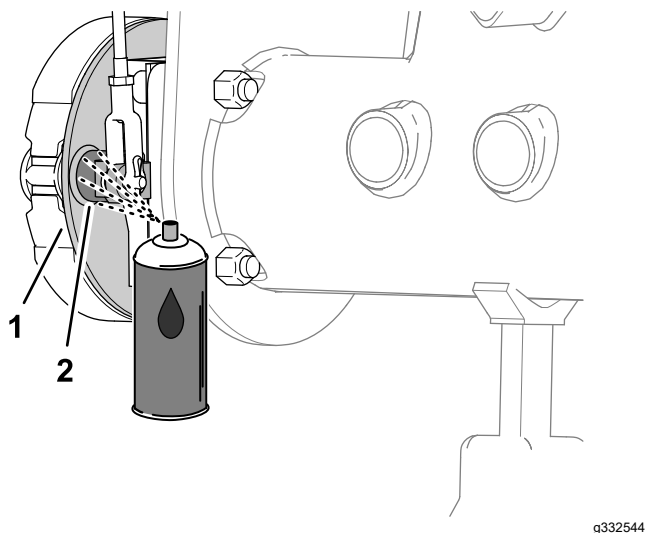
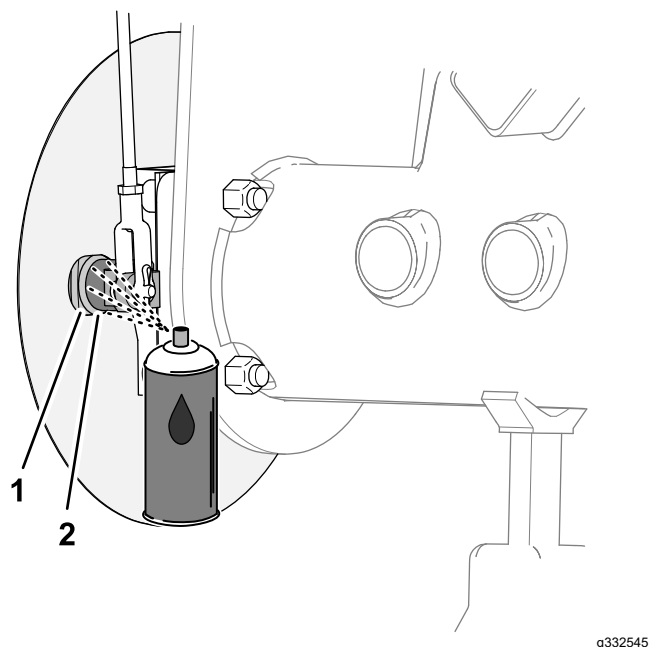

図 69
図 70
1. ブレーキのバックリングプレートの機体中心側ガラスシールド非装着車の場合または、ホイールシールドの機体中心側ガラスシールド装着車の場合に、ブレーキのカムシャフトとバックリングプレートとの間に浸潤性のオイルをスプレーする 図 69または 図 70。